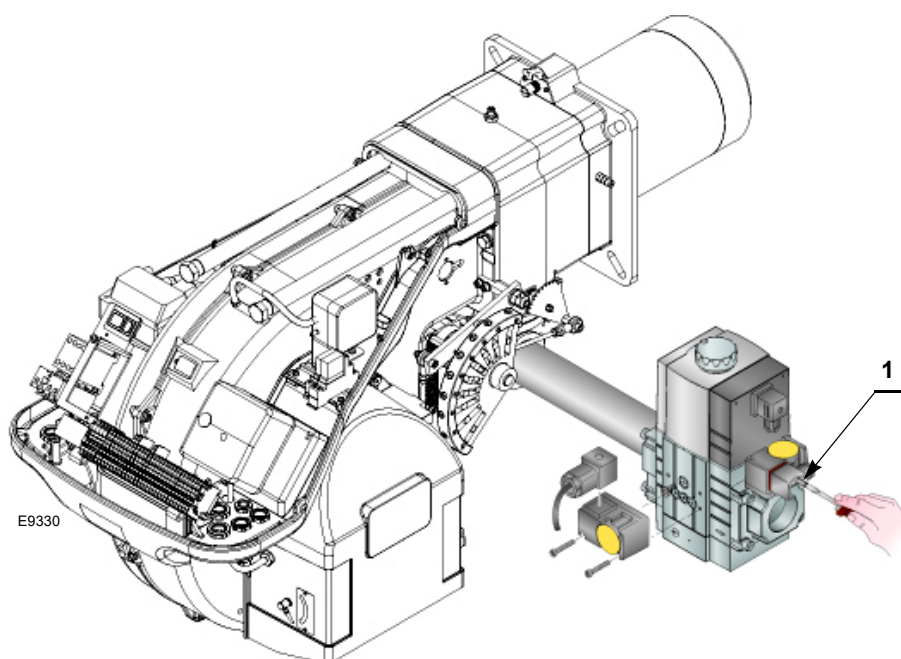

Fig. 27
- Contrôler la pression d'alimentation du gaz en raccordant un manomètre sur la prise de pression 1)(Fig. 27) du pressostat gaz seuil minimum: elle doit être inférieure à la pression maximale admise pour la rampe gaz qui est indiquée sur la plaque des caractéristiques.
- Purger l'air des tubes de la rampe gaz, en raccordant un tube en plastique sur la prise de pression 1)(Fig. 27) du pressostat gaz seuil minimum. Porter le tube de purge à l'extérieur de l'édifice jusqu'à sentir l'odeur du gaz.